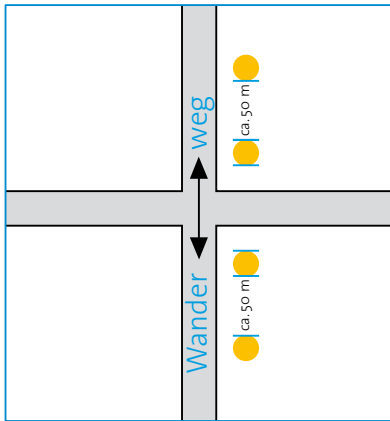

Abb. 1: Streckenverlauf geradeaus
- Kreuzungen oder Abzweigungen werden immer markiert, auch wenn die Streckenführung geradeaus geht (↗ siehe Abb. 1).
- Nach Überquerung der Kreuzung wird eine zusätzliche Markierung zur Bestätigung des Streckenverlaufs angebracht (↗ siehe Abb. 1 und 3).
- Ein weiteres Bestätigungszeichen (genannt Quittierung) wird ca. 50 m von der Kreuzung entfernt angebracht und sollte für den Wanderer von der Kreuzung aus sichtbar sein (↗ siehe Abb. 1 und 3).